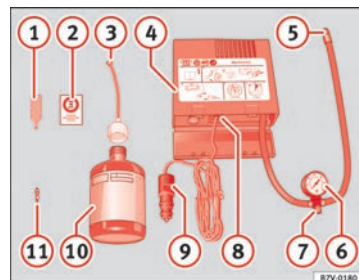

Fig. 135 Componentes do jogo de reparação de pneus
- ② Etiqueta adesiva com a indicação da velocidade «máx. 80 km/h», ou, «máx. 50 mph»
- ③ Tubo flexível de enchimento com tampão de fecho
- ④ Compressor
- ⑤ Tubo flexível para encher os pneus
- ⑥ Manómetro de enchimento do pneu
- ⑦ Parafuso para fazer sair o ar
- ⑧ Interruptor
- ⑨ Conector de cabo de 12 volts ⇒ Página 123
- ⑩ Garrafa com massa vedante
- ⑪ Válvula sobresselente
O extractor de válvulas ① ⇒ Fig. 135 tem uma ranhura no extremo inferior, com a qual encaixa na haste da válvula. Só deste modo se pode desenros-
- Cole o autocolante ② ⇒ Fig. 135 ⇒ Página 214 no painel de instrumentos no campo visual do condutor.
- Com a ajuda do extractor de válvulas ① desenrosque a haste da válvula e coloque-a sobre uma base limpa (pano, papel, etc.)
- Agite a garrafa com massa vedante ⑩ ⇒ Fig. 135 ⇒ Página 214 fortemente e várias vezes.
- Fixe o tubo flexível de enchimento ③ na garrafa ⑩. A lâmina no fecho perfurar-se-á automaticamente.
- Retire o tampão de fecho do tubo flexível de enchimento ③ e insira a extremidade aberta completamente na válvula do pneu.
- Mantenha a garrafa ⑩ com o fundo para cima e encha o pneu com toda a massa vedante de enchimento de pneus.
- Enrosque novamente a haste da válvula na válvula do pneu, utilizando o extractor de válvulas ①.
- Enrosque o tubo para encher o pneu ⑤ ⇒ Fig. 135 ⇒ Página 214 fixamente na válvula do pneu.
- Assegure-se de que o parafuso de purga ⑦ está fechado.
- Insira a tomada ⑨ na tomada de corrente de 12 volts.
- Ligue o compressor de ar através do interruptor ⑧.
- Quando não se puder atingir uma pressão de ar de 2,0 – 2,5 bar, desenrosque o tubo flexível ⑤ da válvula do pneu.
- Enrosque novamente o tubo flexível do compressor de ar ⑤ na válvula do pneu e repita o processo de enchimento.